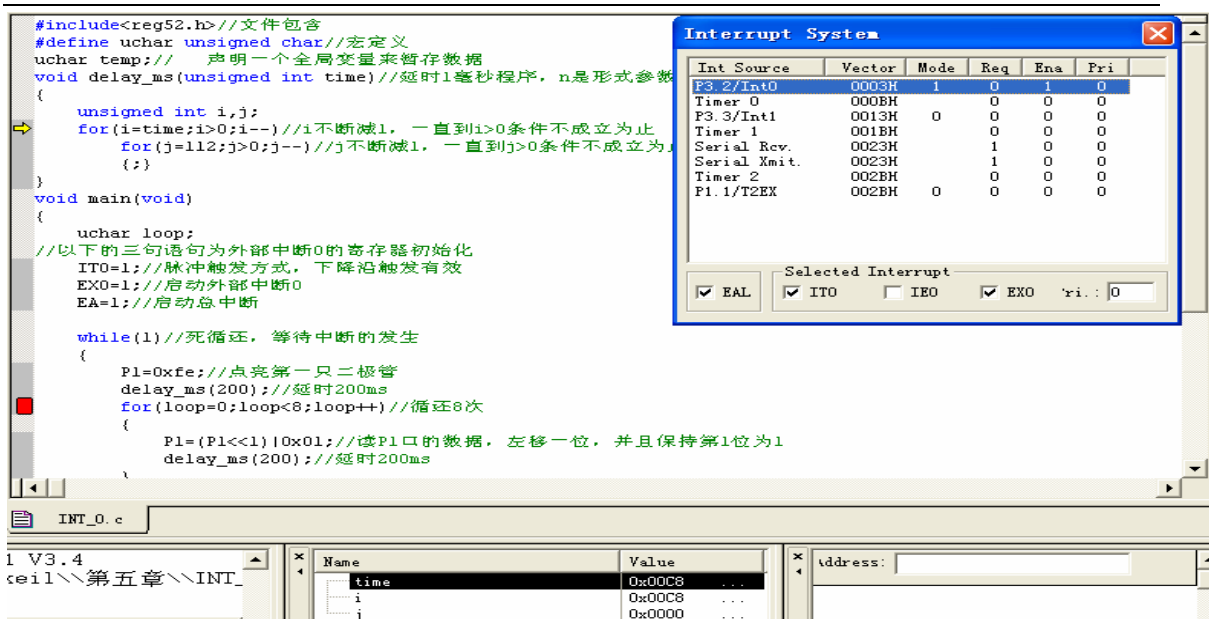

图 4-18
5、用  进行调试，观察当黄色的光标在主程序中执行每一条语句的时候，同时在图 4-18 中寄存器对应的变化。